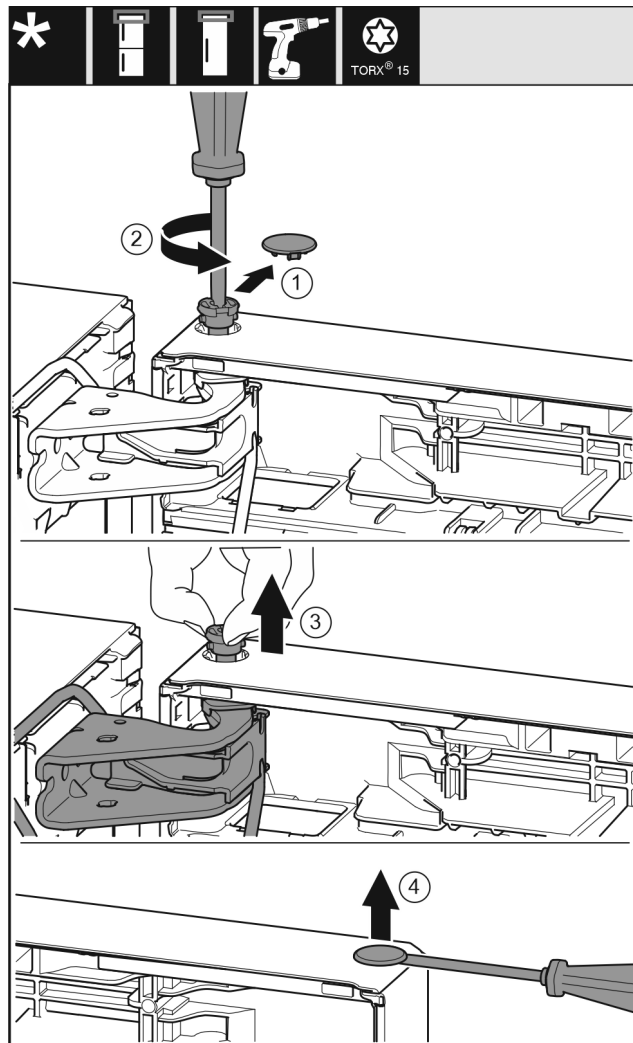

Fig. 10
- ▶ Desprindeți cu precauție apărătoarea siguranței. Fig. 10 (1)
- ▶ Extrageți puțin bolțul prin rotire cu șurubelnița T15. Fig. 10 (2)
- ▶ Țineți ferm ușa și extrageți bolțul cu degetele. Fig. 10 (3)
- ▶ Ridicați cu precauție dopul din cuzinetul ușii cu o șurubelniță plată și extrageți-l. Fig. 10 (4)